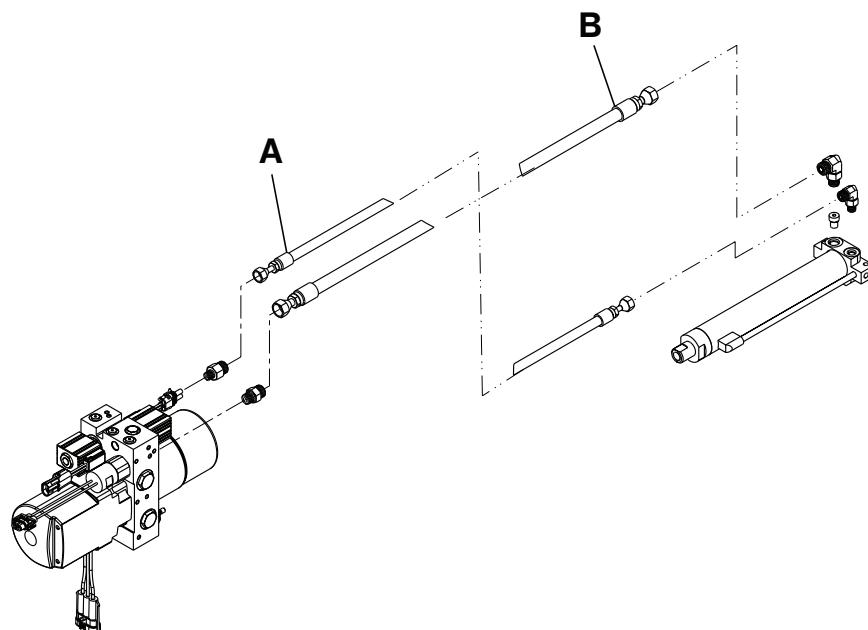

Figure 18 – Remplacement du tuyau hydraulique
3. À l'aide d'une clé mixte de 11/16 po et d'une clé mixte de 13/16 po, retirer le tuyau hydraulique (A ou B) (Figure 18). Mettre le tuyau de côté.